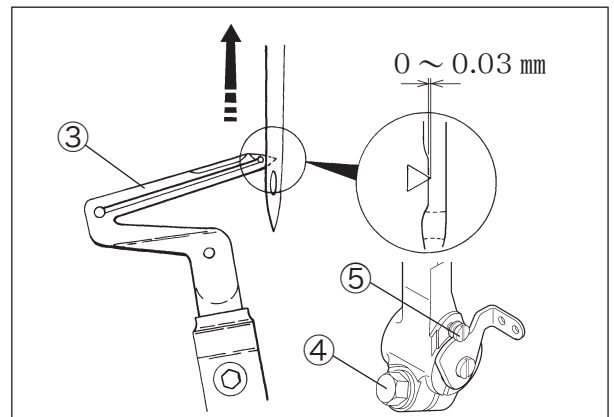

図 6-25
1. 針の高さを確認してから、針棒抱きの止ネジ①を締めてください。(P28「6.9.1 針の高さ」参照)
3. 下ルーパーの前後位置を調節したとき、下ルーパーの引け量を確認してから、図6-25の止ネジ④を締めてください。
4. 蓋ネジ②を取り付けるときは、液体ガスケットを塗布してください。